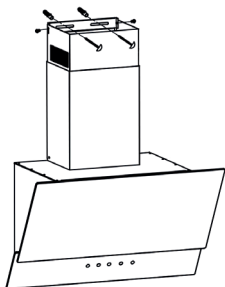

Рис. 5
4. Установите короба воздуховода и зафиксируйте их винтами из монтажного комплекта (Рис. 5).